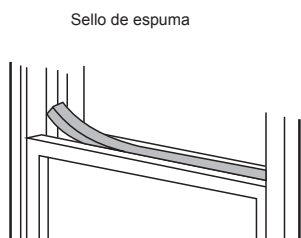

Fig. 13
5. Corte la longitud necesaria de sello de espuma y selle la abertura entre el marco superior y exterior de la ventana, como se muestra en la Fig. 13.